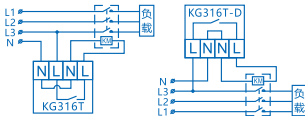

图5 AC220V三相控制接线图 (接触器线圈220V)
a)控制接触器的线圈电压AC220V 50Hz，接线方式如图5所示；